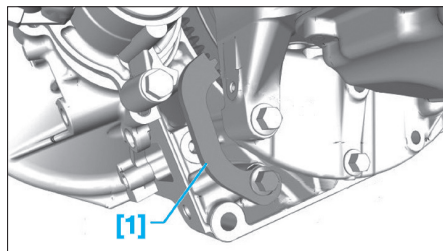

Fig. 6
- Mettre en place l'outil de blocage du volant moteur [1] (Fig.6).
- Déposer l'outil de blocage du volant moteur [1] (Fig.6)